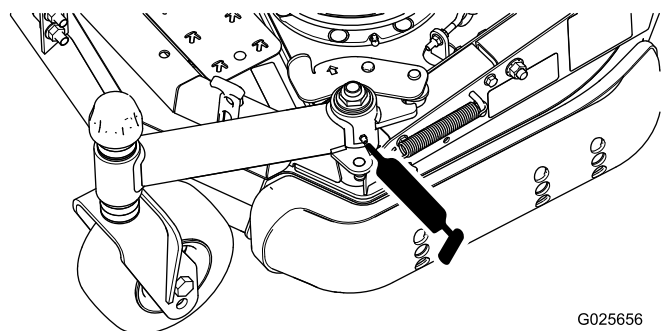

Figura 19
- Articulação do braço da roda giratória dobrável (1) (Figura 19)